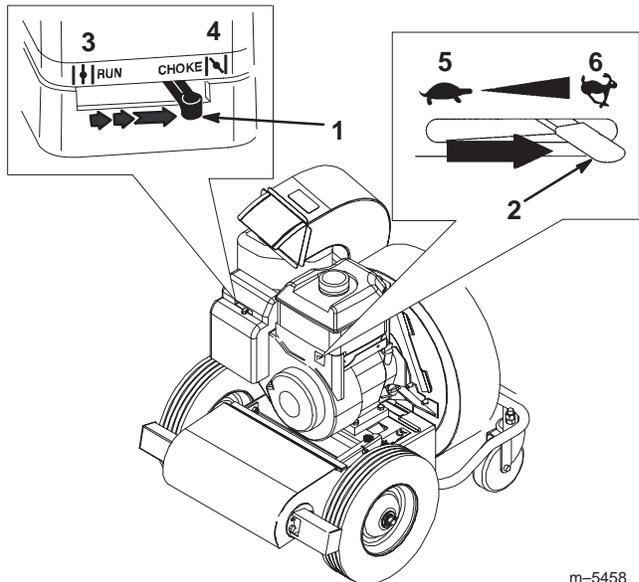

Figure 11
1. Placez la manette de starter (située à gauche du moteur) à la position de starter ("Choke") (Fig. 11).
2. Placez la manette d'accélérateur (située à droite du moteur) à la position de régime maximum (Fig. 11).
4. Lorsque le moteur commence à chauffer, amenez progressivement la manette de starter en position hors service (Fig. 11).
Repoussez la manette d'accélérateur complètement à gauche à la position de régime ralenti (Fig. 11).